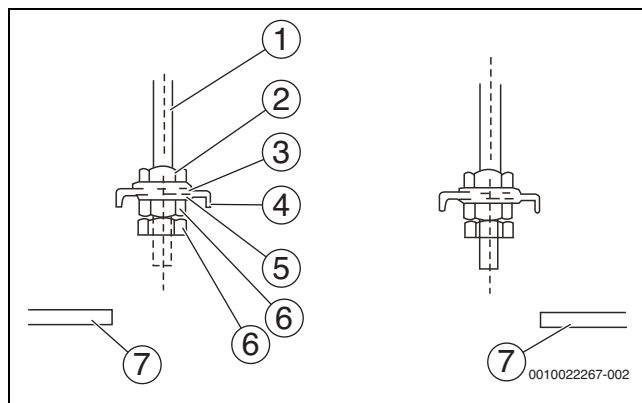

Fig. 224
1. Ajuster la position des écrous. L'espace entre la rondelle (en bas) et le plafond doit être adapté aux travaux de construction effectifs (→ fig. 224).